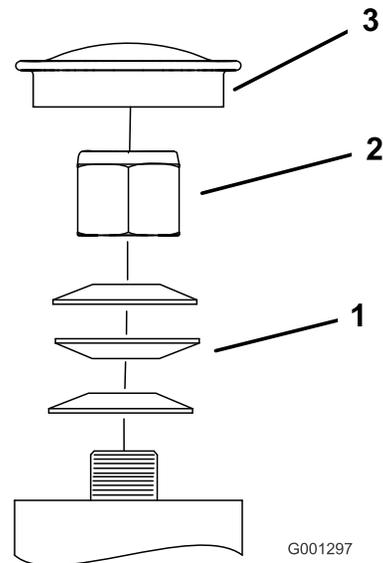

Bild 56
3. Entfernen Sie den Staubdeckel vom Laufrad und ziehen Sie die Sicherungsmutter an (Bild 56).
4. Ziehen Sie die Sicherungsmutter so weit fest, dass die Federscheiben flach liegen und schrauben dann um 1/4 Umdrehung zurück, um die Lager richtig vorzuspannen (Bild 56).
- Wichtig: Achten Sie darauf, dass die Federscheiben korrekt wie in Bild 56 dargestellt eingesetzt sind.**
5. Setzen Sie den Staubdeckel ein (Bild 56).